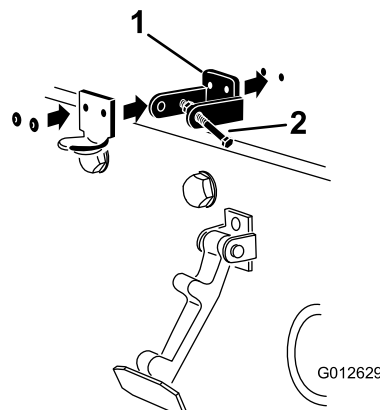

Рисунок 7
- Во время совмещения монтажных отверстий поместите стопорный кронштейн по стандарту СЕ и кронштейн защелки капота на капот. Стопорный кронштейн должен быть прижат к капоту (Рисунок 7). Не снимайте узел болта с гайкой с рычага стопорного кронштейна.
- Приклепайте кронштейны и шайбы к капоту (Рисунок 7).